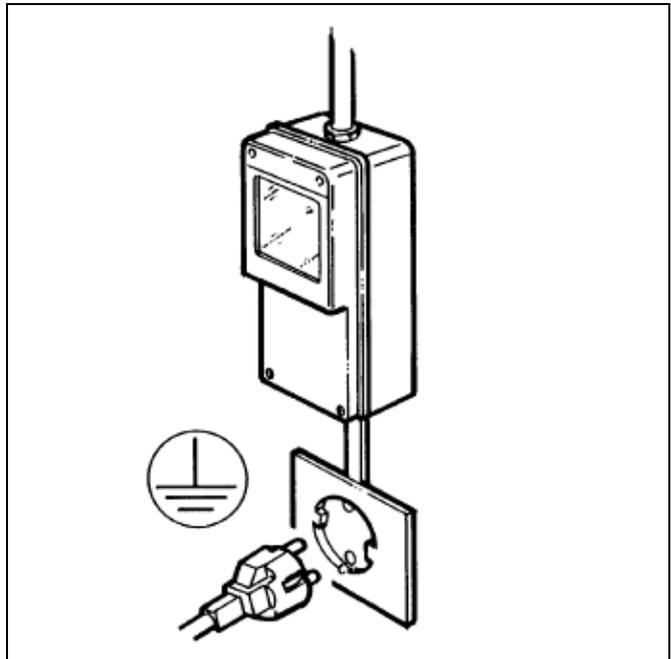

Fig. 20
- Cerciórese de que la conexión se realice a una instalación dotada de una eficaz puesta a tierra, como establecen las normas vigentes de seguridad (fig.20). Por lo tanto el fabricante no puede ser considerado responsable por eventuales daños causados por la falta de puesta a tierra de la instalación.
- Es imprescindible, para un correcto y seguro montaje, que se prepare una específica toma mandada por un interruptor magnetotérmico con distancia de apertura de los contactos igual o por encima de 3mm, de conformidad con las vigentes normas de seguridad (fig.20).